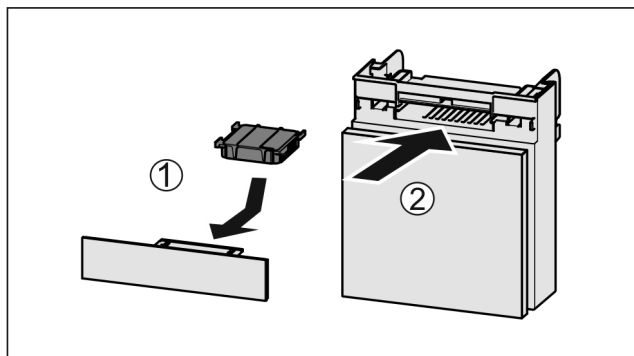

Fig. 215
- Insérer le filtre à charbon actif d'après le schéma Fig. 215 (1).
- Insérer le compartiment Fig. 215 (2).